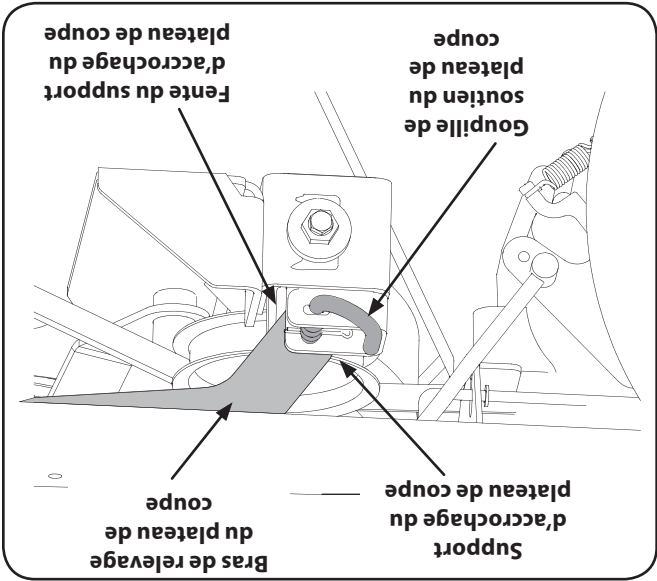

Figure 7-6
4. Manoeuvrez le plateau de coupe pour que les fentes des deux supports d'accrochage arrière s'alignent avec les bras de relevage du plateau de coupe. Voir la Figure 7-6.
6. Sortez les goupilles de soutien et manoeuvrez le plateau de coupe pour aligner les trous des bras de relevage avec les goupilles. Voir la Figure 7-6.
6. Localisez les goupilles de soutien de droite et de gauche du plateau de coupe de chaque côté du plateau de coupe. Sortez les goupilles et bloquez-les à la position non engagée pour dégager les bras de relevage droit et gauche du plateau de coupe. Voir la Figure 7-6.
7. Redressez les bras de relevage pour les dégager des fentes du support en relevant la manette de relevage à sa position la plus haute. Voir la Figure 7-6.